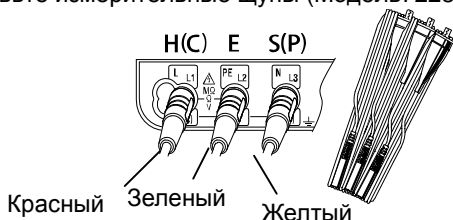

Рис.41
2. Вставьте измерительные щупы (Модель 7228) в разъемы на приборе (Рис.41)